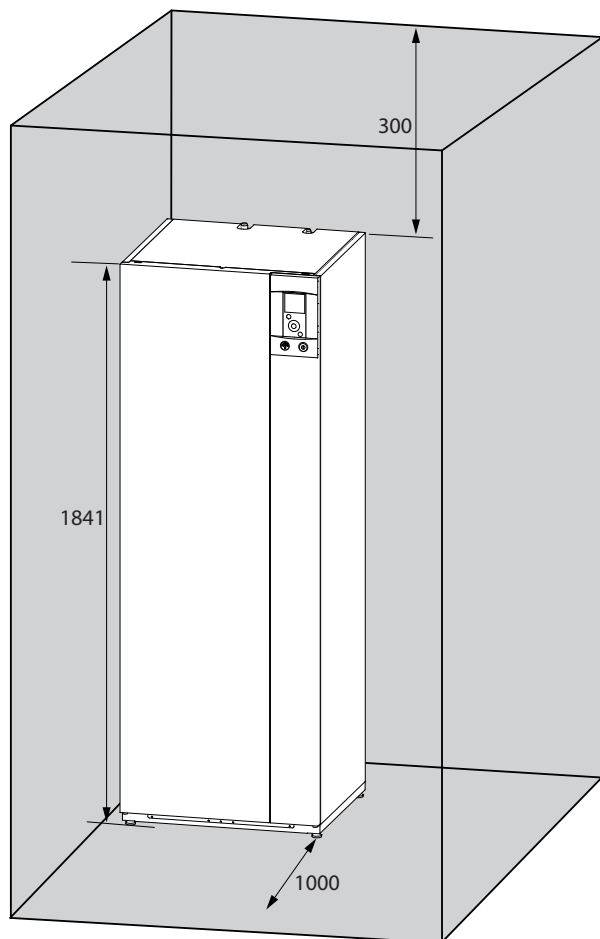

fig. 16 - Separaciones mínimas de instalación alrededor del módulo hidráulico
- Para facilitar las operaciones de mantenimiento y permitir el acceso a los diferentes componentes, se aconseja prever un espacio suficiente en torno al módulo hidráulico (fig. 16).